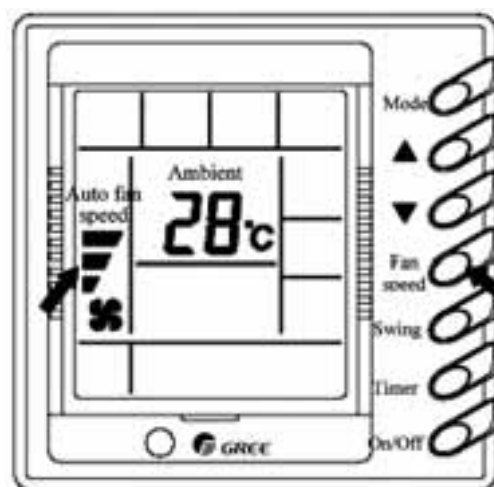

Рис.5
4.1.5 Нажатием кнопки FAN (Рис.5) установите необходимую скорость вращения вентилятора